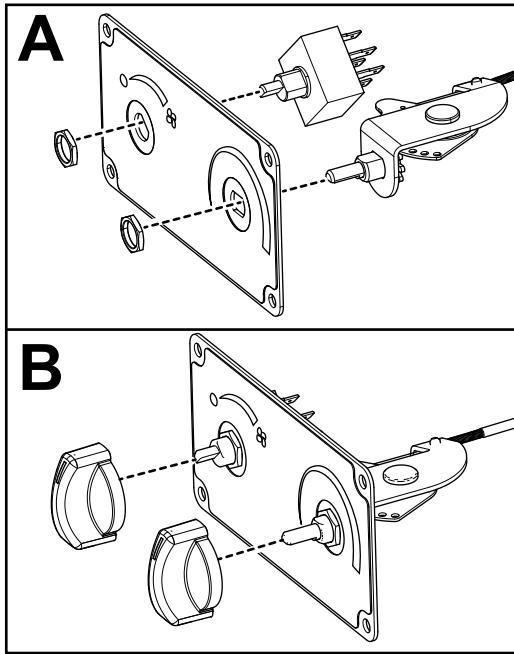

Figura 5
4. Montate i 2 interruttori sul quadro di comando con 2 dadi dell'interruttore (7/16") come illustrato in A di Figura 5.
5. Montate una manopola sopra ogni interruttore (B di Figura 5)